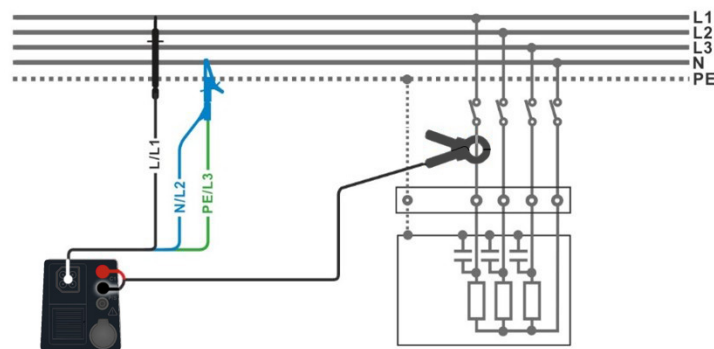

Abbildung 4.57: Oberwellenmessung
- › Schließen Sie den 3-Leiter-Prüfleitung und die Stromzange am Prüfobjekt an, siehe **Abbildung 4.57**.